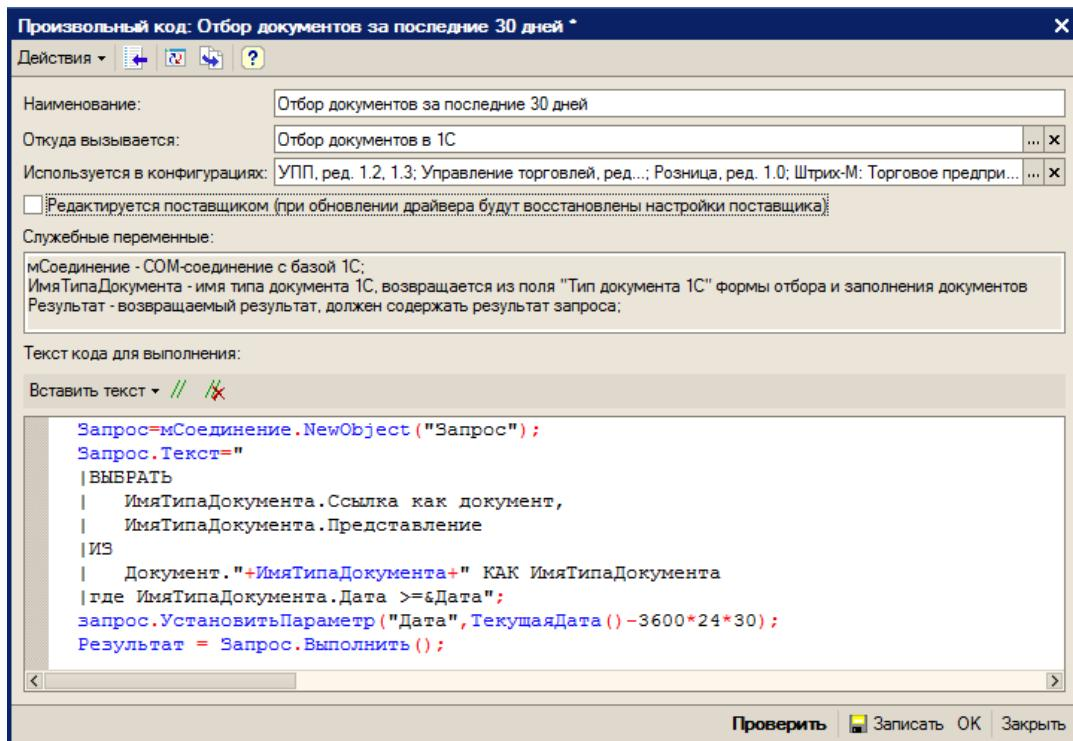

Рис.2.5. Использование произвольного кода для отбора документов
Произвольный отбор позволяет отбирать документы по какому-либо условию, заданному в виде программного кода. Произвольный отбор – элемент справочника «Произвольный код». Программный код должен быть составлен с учетом синтаксиса языка 1с и служебных переменных (поле «Служебные переменные» на рис.2.5), которые могут использоваться при написании кода.
- «Откуда вызывается» — откуда может вызываться произвольный код: «Заполнение табличной части документа ТСД», «Заполнение реквизитов документа ТСД», «Заполнение реквизитов документа 1С» и т.д. В нашем примере (рис.2.5) произвольный код вызывается при отборе документов (значение «Откуда вызывается» равно значению «Отбор документов в 1С»);